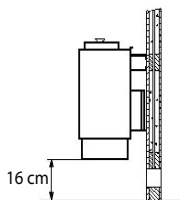

Рис. 6
4. Подвесьте печь сауны приемными шлицами задней стенки на стеновой держатель и приставьте ее к дистанционному держателю (рис. 6).